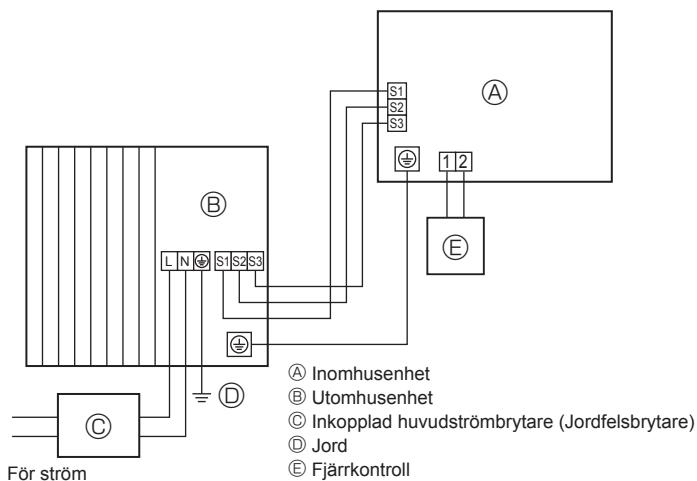
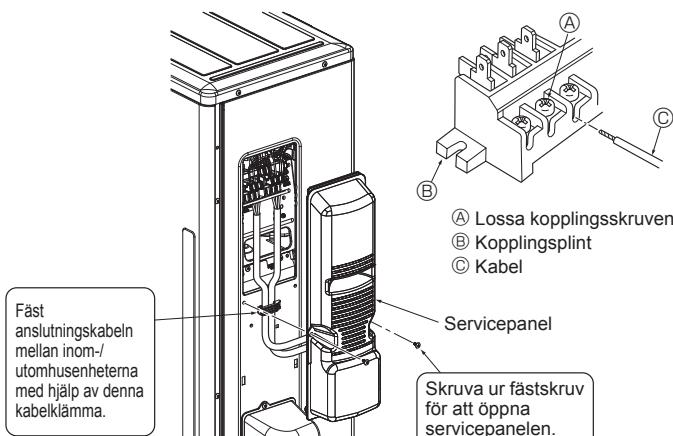

Fig. 6-1
Fig. 6-3
6.1. Utomhusenhet (Fig. 6-1, Fig. 6-2, Fig. 6-3)
① Avlägsna servicepanelen.
② Anslut kablarna med hävvisning till Fig. 6-1, Fig. 6-2, och Fig. 6-3.